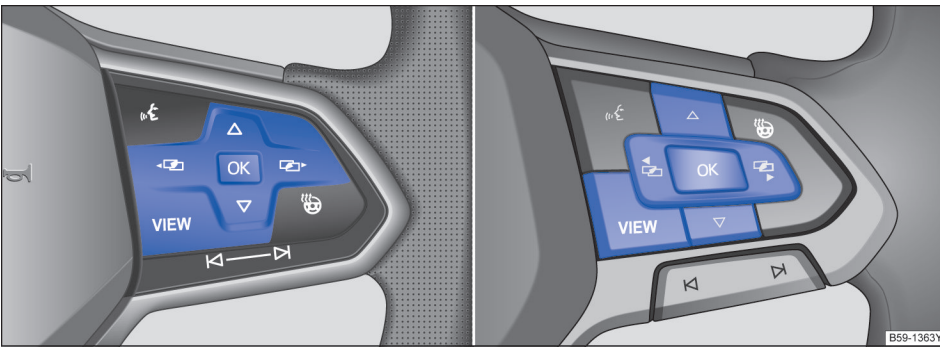

图 19 多功能方向盘右侧：用于操作信息显示器中菜单的按钮
- 若显示屏显示一条信息或车辆图形符号，按压多功能方向盘上的按钮 **OK** → 图 19，可能需按数次按钮。
- 用多功能方向盘操作：如需浏览选择菜单，按压按钮  或  → 图 19
- 如需打开选择菜单里的菜单显示项或信息显示项，按压多功能方向盘上的 **OK** 按钮 → 图 19，直至系统自动打开菜单或显示信息。
- 按压多功能方向盘上的 **OK** 按钮→图 19，进行所需更改。“✓”表示所选的某个特定系统或功能处于激活状态。
- **用多功能方向盘返回**：按压或者滑动  或  →图 19 即可返回选择菜单。